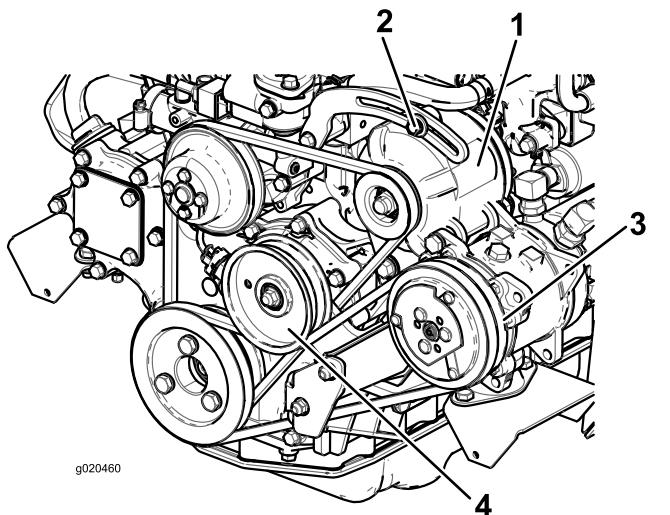

Bild 96
Prüfen Sie den Zustand und die Spannung des Riemens (Bild 96) alle 100 Betriebsstunden.
2. Lockern Sie bei einer Durchbiegung von mehr oder weniger als 10 mm die Befestigungsschrauben der Lichtmaschine (Bild 96). Erhöhen oder reduzieren Sie die Spannung des Lichtmaschinen-Treibriemens und ziehen Sie die Schrauben wieder fest. Prüfen Sie die Riemenspannung noch einmal auf korrekte Einstellung.
- Lockern Sie bei einer Durchbiegung von mehr oder weniger als 10 mm die Befestigungsschraube der Spannscheibe (Bild 96). Erhöhen oder reduzieren Sie die Spannung der Kompressor-RiemsSpannung und ziehen Sie die Schraube fest. Prüfen Sie die RiemsSpannung noch einmal auf korrekte Einstellung.